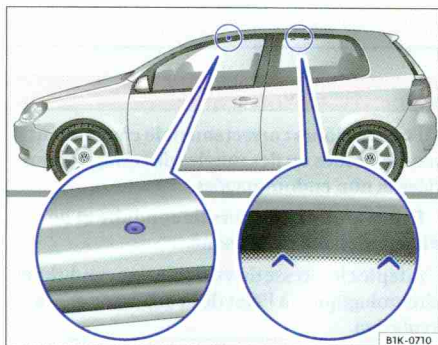
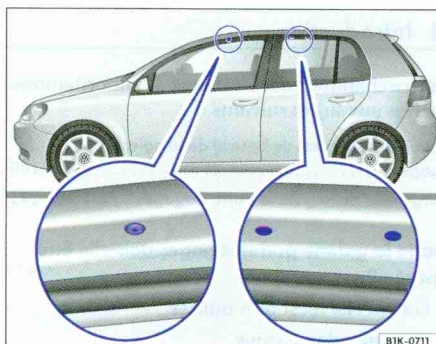

Fig. 93 Points de fixation pour supports de base et pour la galerie porte-bagages sur véhicules à 2 portes.
Fig. 94 Points de fixation pour supports de base et pour la galerie porte-bagages sur véhicules à 4 portes.
Les alésages de fixation à l'avant se trouvent sur les faces inférieures des renforts de pavillon et sont uniquement visibles lorsque la porte est ouverte \Rightarrow fig. 93 (agrandissement gauche). Les repères de la fixation à l'arrière se trouvent en haut des glaces latérales arrière \Rightarrow fig. 93 (agrandissement droit).
Les alésages de fixation se trouvent sur les faces inférieures des renforts de pavillon et sont uniquement visibles lorsque la porte est ouverte \Rightarrow fig. 94.
- Fixez les supports de base **uniquement** sur les repères indiqués sur la figure \Rightarrow fig. 93 ou \Rightarrow fig. 94.